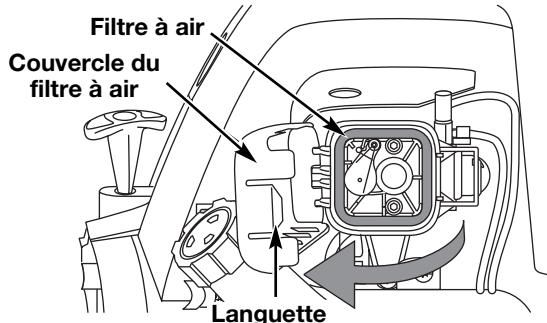

Fig. 27
- Ouvrez le couvercle du filtre à air. Enfoncez la languette à droite du couvercle, tirez celui-ci vers vous puis vers la gauche (Fig. 27).
- Retirez le filtre à air (Fig. 27).